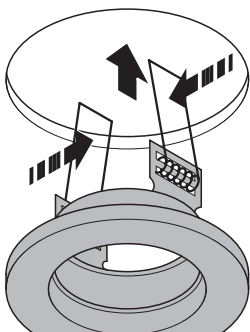

Abb. 2
3. Federn zusammendrücken und Strahler in das ausgesägte Loch einsetzen (siehe Abb. 2).